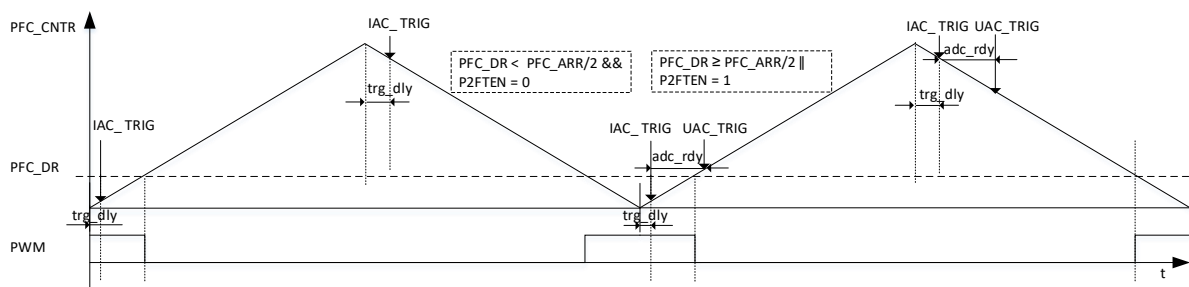

图 12-6 PWM 输出与 IAC/UAC 采样时机图
- PFC_CR2[P2FTEN]和 PFC_DR 决定触发采样点(如图 12-6 所示): 当 PFC_CR2[P2FTEN] = 0 且 $PFC_DR < PFC_ARR/2$ 时, PFC_CNTR 计数到下溢点触发采样;否则 PFC_CNTR 计数到上溢点触发采样(如 PFC_CR2[P2FTEN] = 1, 或 $PFC_DR \geq PFC_ARR/2$); 设置 PFC_TRGDLY 可延迟采样, 上溢点为 PFC_CNTR 向上计数到 $PFC_TRGDLY*8$, 下溢点为 PFC_CNTR 向下计数到 $(PFC_ARR - PFC_TRGDLY*8)$ 。